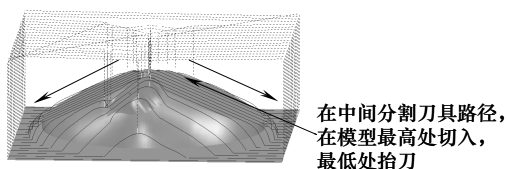

图 4-79 向下刀具路径
6) 向下:如图 4-79 所示,同向上相反,使刀具路径总是沿着零件结构面的坡度从上向下加工。